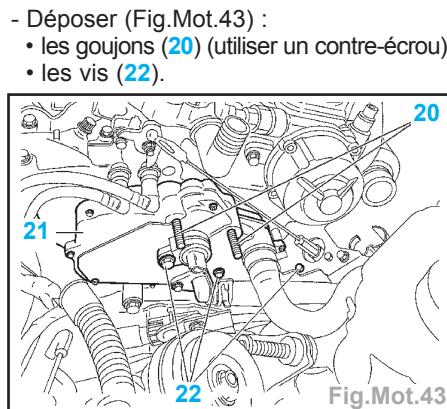
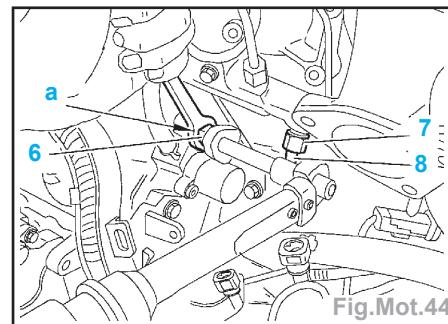

Fig.Mot.43
Fig.Mot.44
- Déposer (Fig.Mot.43) :
- les goussets (20) (utiliser un contre-écrou),
- les vis (22).
- Desserrer les raccords (6) et (7) en appliquant un contre-couple en (a) (Fig. Mot.44).